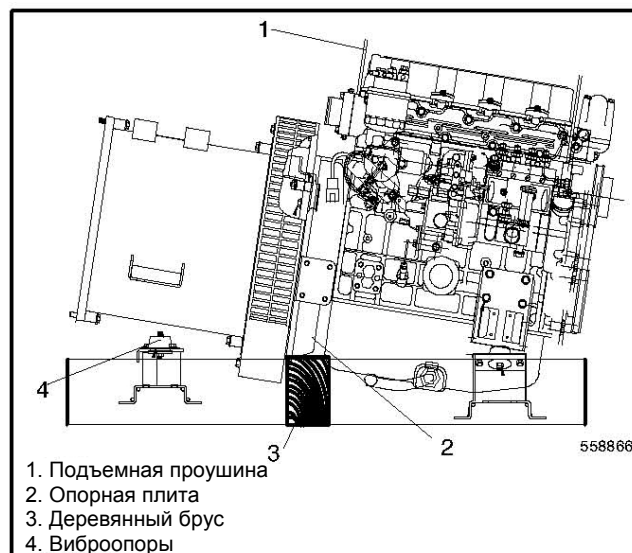

Рисунок 9-7 Поддерживание генератора, стандарт
21. Завести крюк подъемника в проушину генератора. См. Рисунок 9-7.
22. Снять два болта виброопоры. См. Рисунок 9-7.
23. Поднять ту часть где размещается генератор переменного тока и подложить деревянные бруски под установочную пластину. См. Рисунок 9-7.